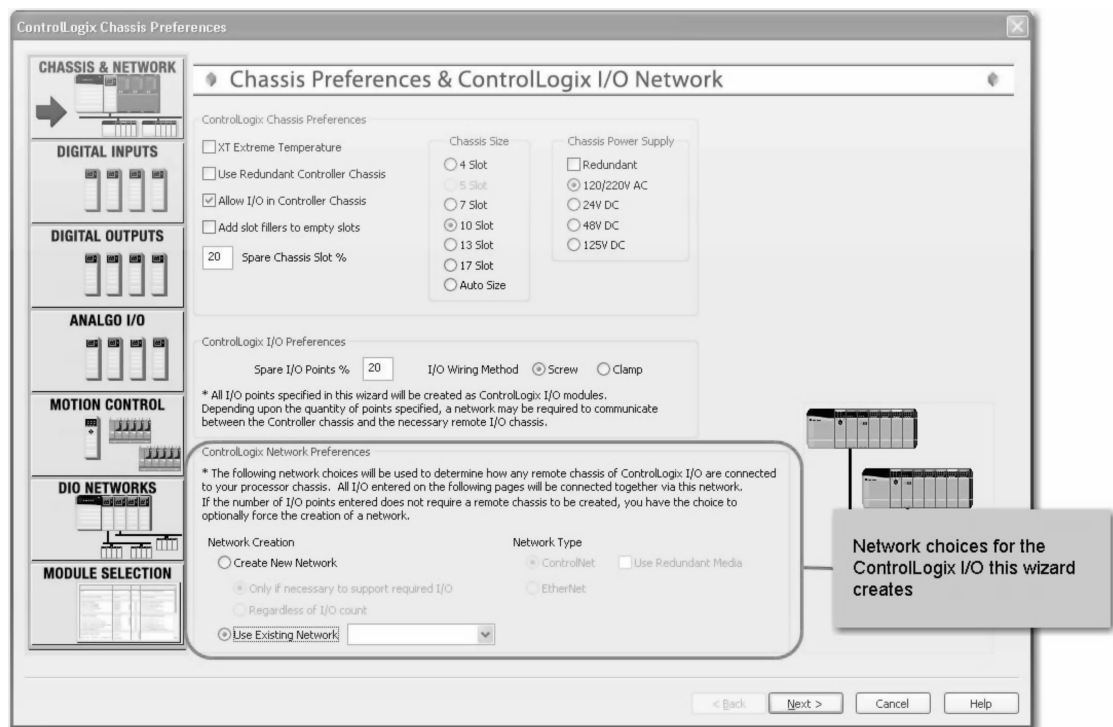

图 26-22 网络首选项
8. 仍然在“ControlLogix 机架与 I/O 网络首选项” (ControlLogix Chassis & I/O Network Preferences) 页面上，大致看一下“ControlLogix 网络首选项” (ControlLogix Network Preferences) 部分，如图 26-22 所示。